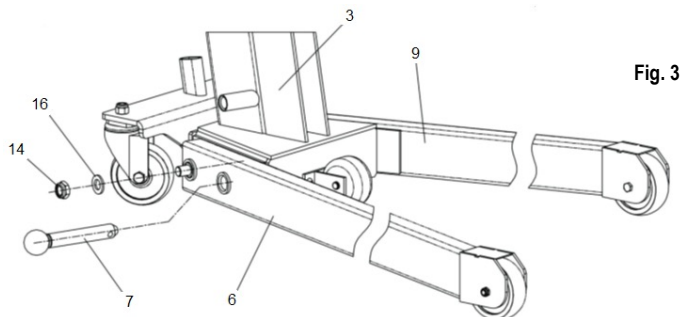

Fig. 3
2. Monte las patas delanteras (6 y 9 - Fig. 3) en el bastidor (3 - Fig. 3) como se indica en la figura, fíjelas con la tuerca (14 - Fig. 3) y la guarnición (16 - Fig. 3) y, por último, introduzca el perno de la pata delantera (7 - Fig. 3).